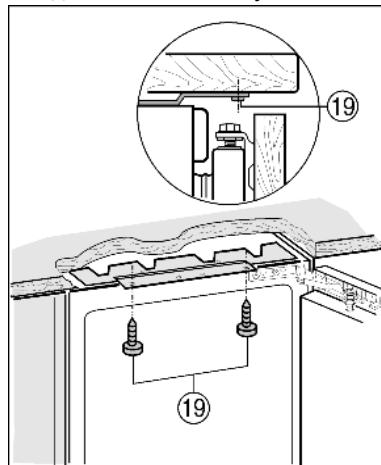

Fig. 15
- Прикрутите сверху с помощью длинных винтов для ДСП Fig. 15 (19).